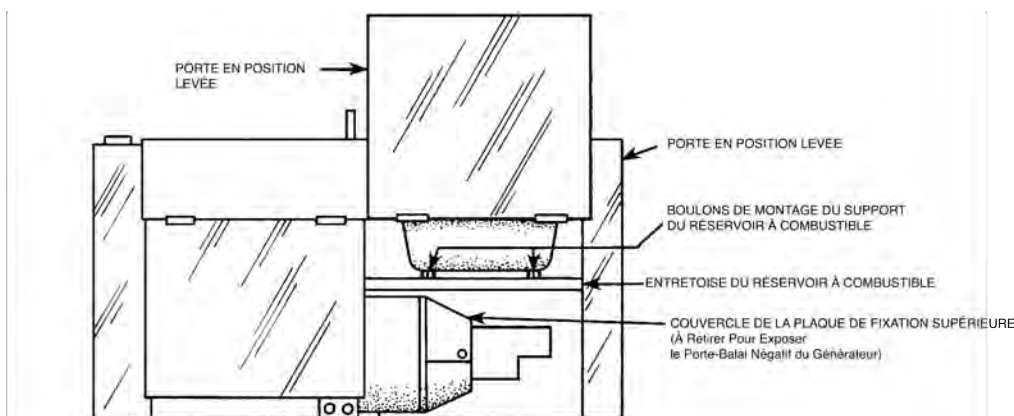
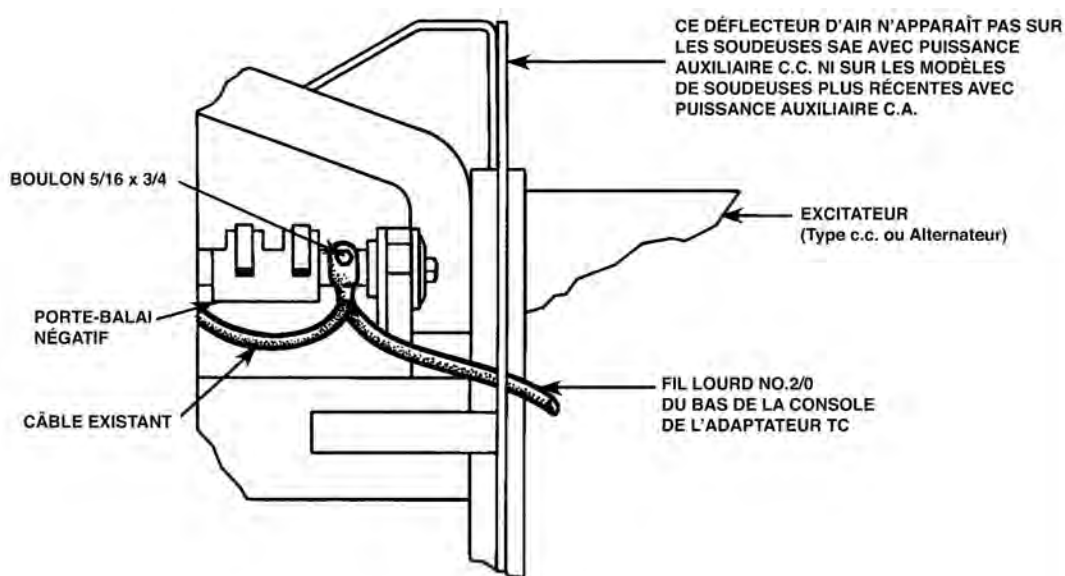

FIGURE 12 – Soudieuse à Moteur (Côté Gauche)
FIGURE 14 – Vue du Porte-Balai Négatif du Générateur après avoir Retirer le Couvercle de la Plaque de Fixation.
1. Retirer le couvercle de la plaque de fixation supérieure. Retirer également les deux boulons de montage du support du réservoir à combustible sur le côté opposé aux terminales de sortie (voir la Figure 12). Retirer les protecteurs montés sur l'intérieur du panneau de contrôle frontal.
NOTE: POUR LES POINTS 12 ET 13, SE RÉFÉRER AUX FIGURES 12 ET 14.
12. Le porte-balai négatif du générateur, exposé lorsque le couvercle de la plaque de fixation supérieure est retiré (voir la Figure 12), se trouve sur la position de onze heures lorsque le commutateur est vu depuis l'extrémité du panneau de contrôle de la soudeuse. Retirer le boulon de 5/16 qui raccorde le câble existant avec le porte-balai négatif. Acheminer le fil lourd No.2/0 existant depuis le bas de la console de l'Adaptateur TC, comme illustré sur la Figure 14. Prendre un boulon de 5/16 x ¾ dans la visserie livrée avec l'Adaptateur TC et brancher le fil lourd No.2/0 existant depuis le bas de la console de l'Adaptateur TC, accompagné du câble retiré plus haut, sur le porte-balai négatif. L'ergot du fil lourd No.2/0 doit se trouver entre l'ergot de câble existant et le porte-balai. Sur les soudeuses avec une puissance auxiliaire c.a., coller le fil lourd No.2/0 sur le faisceau de fils de l'excitateur de l'alternateur qui vient de l'alternateur pour soutenir les fils là où cela est possible.
11. Le porte-balais négatif du générateur, exposé lorsque le couvercle de la plaque de fixation supérieure est ôté (**voir la Figure 12**), se trouve sur la position de 11 heures quand on regarde le commutateur depuis l'extrémité du panneau de contrôle de la soudeuse. Ôter le boulon de 5/16 qui raccorde le câble existant et le porte-balais négatif. Acheminer le fil lourd No.2/0 existant depuis le bas du boîtier de l'Adaptateur TC, comme le montre la **Figure 14**. Chercher un boulon de 5/16 x ¾ dans la visserie envoyée avec l'Adaptateur TC et raccorder le fil lourd No.2/0 existant qui part du bas du boîtier de l'Adaptateur TC ainsi que le câble retiré précédemment avec le porte-balais négatif. L'ergot du fil lourd No.2/0 doit se trouver entre l'ergot du câble existant et le porte-balais. Sur des soudeuses ayant une puissance auxiliaire c.a., coller avec du ruban adhésif le fil lourd No. 2/0 sur le faisceau de fils de l'excitateur de l'alternateur afin de soutenir le fil là où cela est possible..